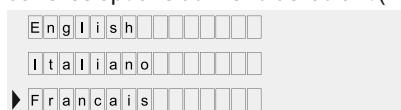

Figure 2
- Entrez dans la section des réglages et sélectionnez votre langue dans les options du menu déroulant (Figure 2).